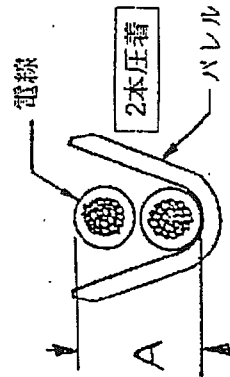

Fig 3
- 2本圧着は、1本の絶縁被覆外径がFig.3の付表に示す範囲の電線を使用すること。